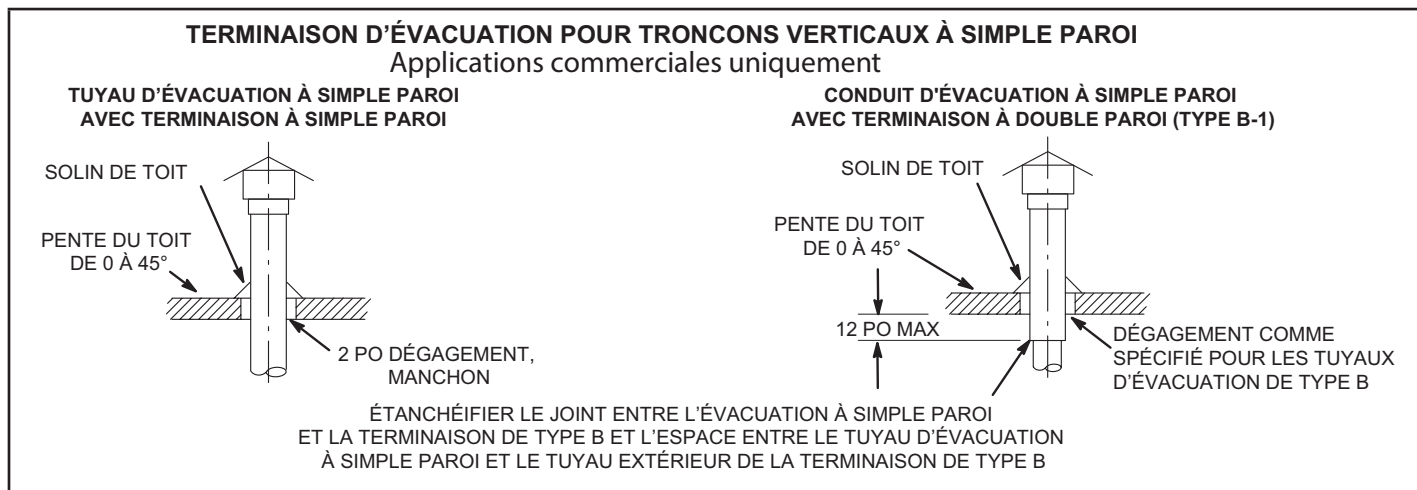

FIGURE 5
- 1 - Ces aérothermes doivent être utilisés avec des cheminées homologuées NFPA ou ANSI, ou des conduits d'évacuation de type B-1 homologués U.L., ou des systèmes de revêtement de cheminée homologués pour l'évacuation des gaz de combustion, comme applicable. Ils doivent également adopter les modifications et respecter les restrictions indiquées à la Figure 5. Étanchéifier les produits d'évacuation à simple paroi conformément à la section **Recommandations et exigences générales**.